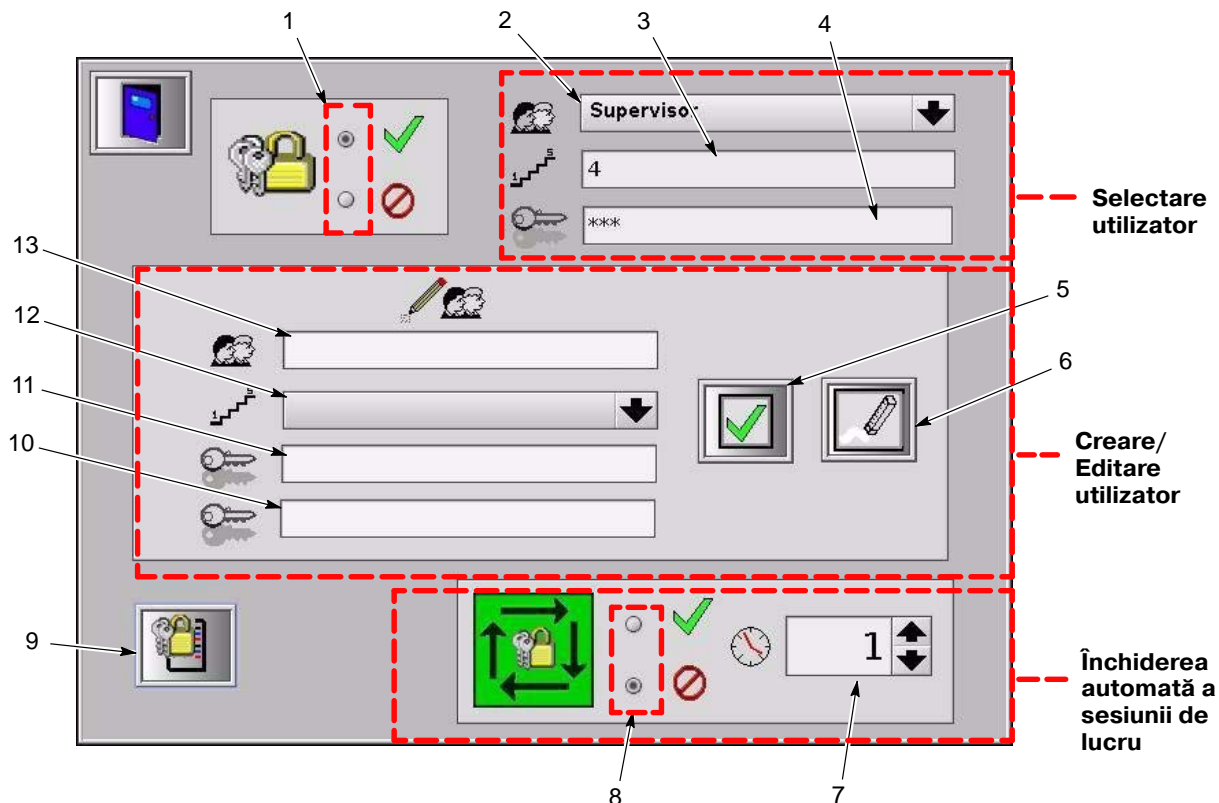

Figura 2-5 Ecranul Configurație de securitate
A se vedea Figura 2-5. Atingeți butonul **Configurare** de pe ecranul pentru deschiderea sesiunii de lucru pentru a deschide ecranul Configurație de securitate.
A se vedea Figura 2-5. Pentru a crea un nou utilizator, folosiți câmpurile din caseta Creare/Editare:
A se vedea Figura 2-5. Închiderea automată a sesiunii de lucru se aplică utilizatorului cu nivel de supervisor (nivel 4). Pentru a seta închiderea automată a sesiunii de lucru:
A se vedea Figura 2-5. Atingeți butonul **Jurnal de securitate** (9) pentru a deschide Jurnalul de securitate. Fișierul jurnal conține o listă a numelor de utilizator și orele la care au deschis și închis sesiunea de lucru.